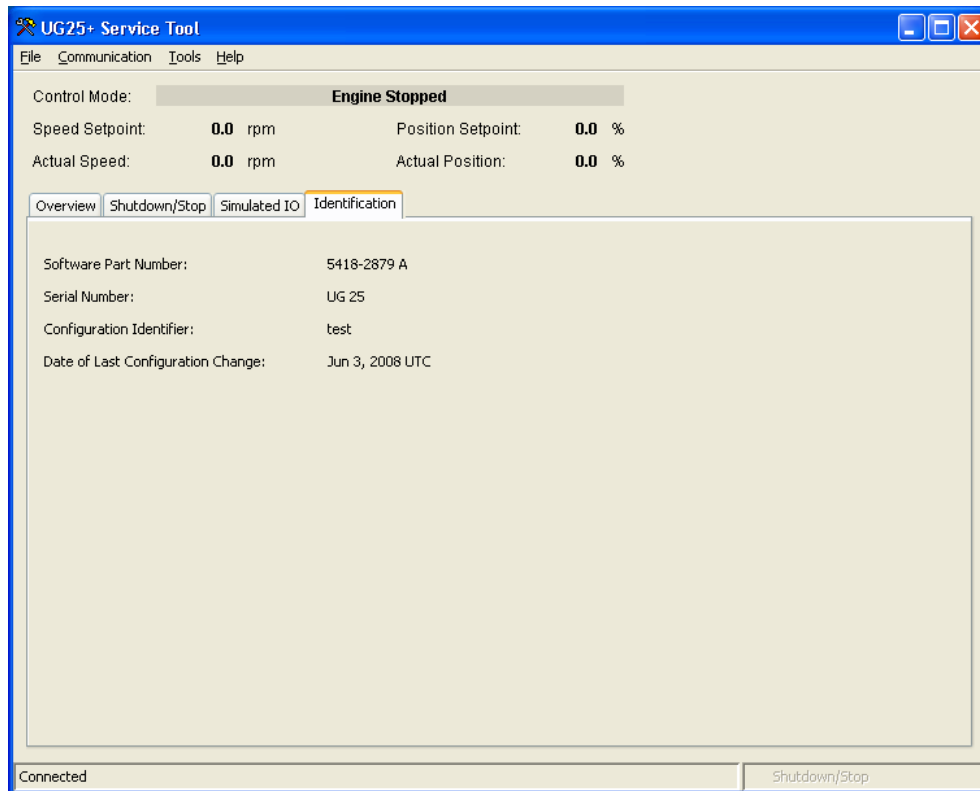

図 5-6. サービス・ツールの個体情報画面
- Identification (個体情報; 図5-6参照)